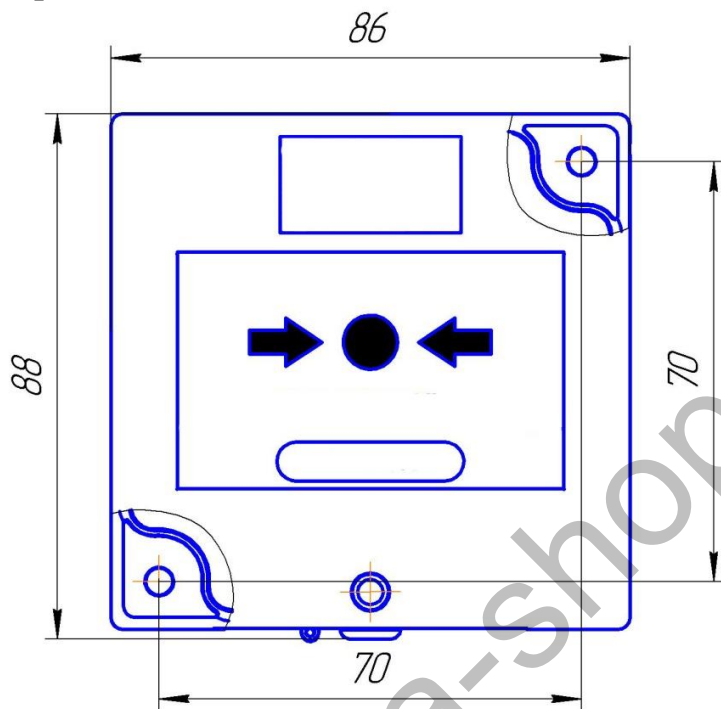
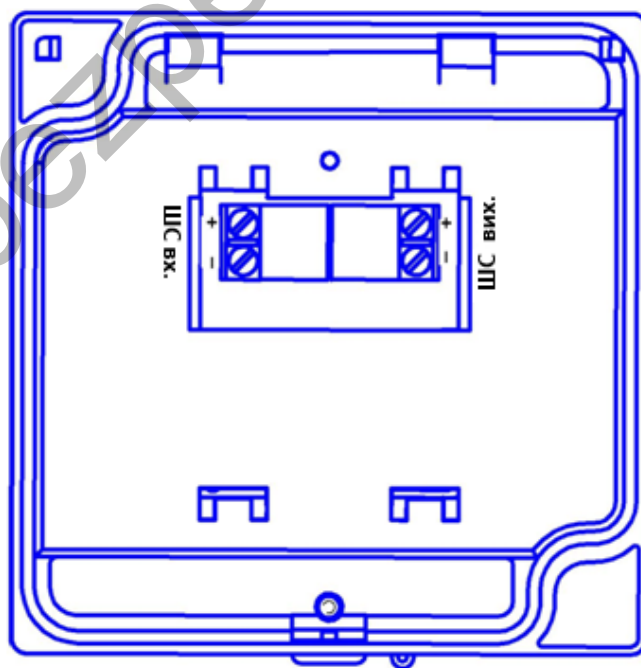
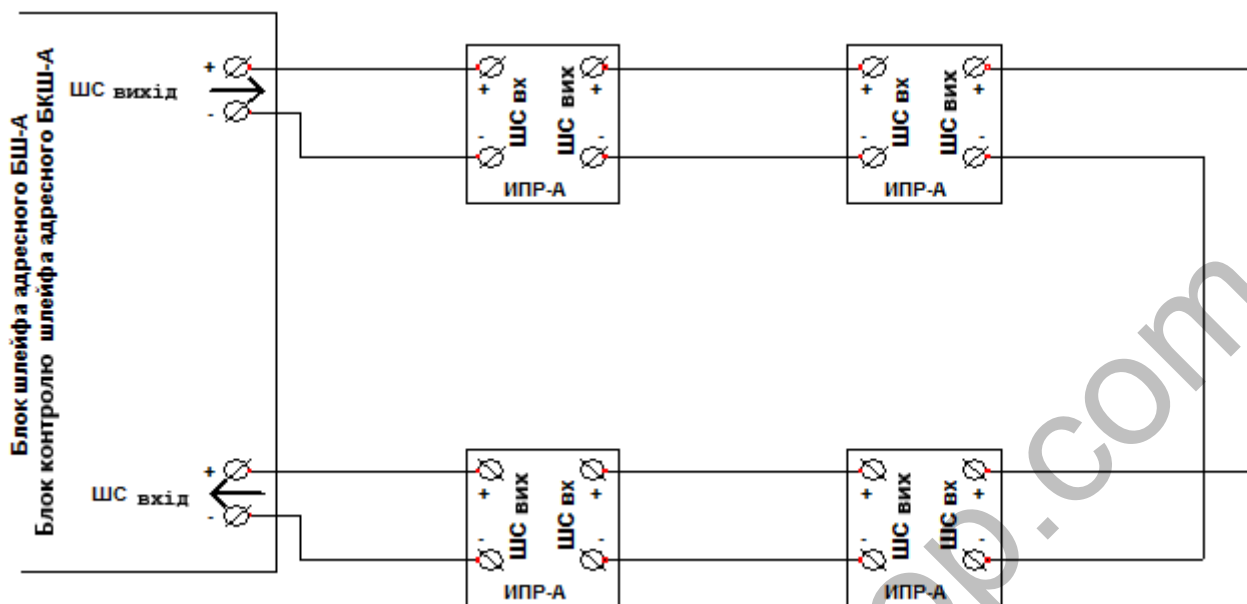
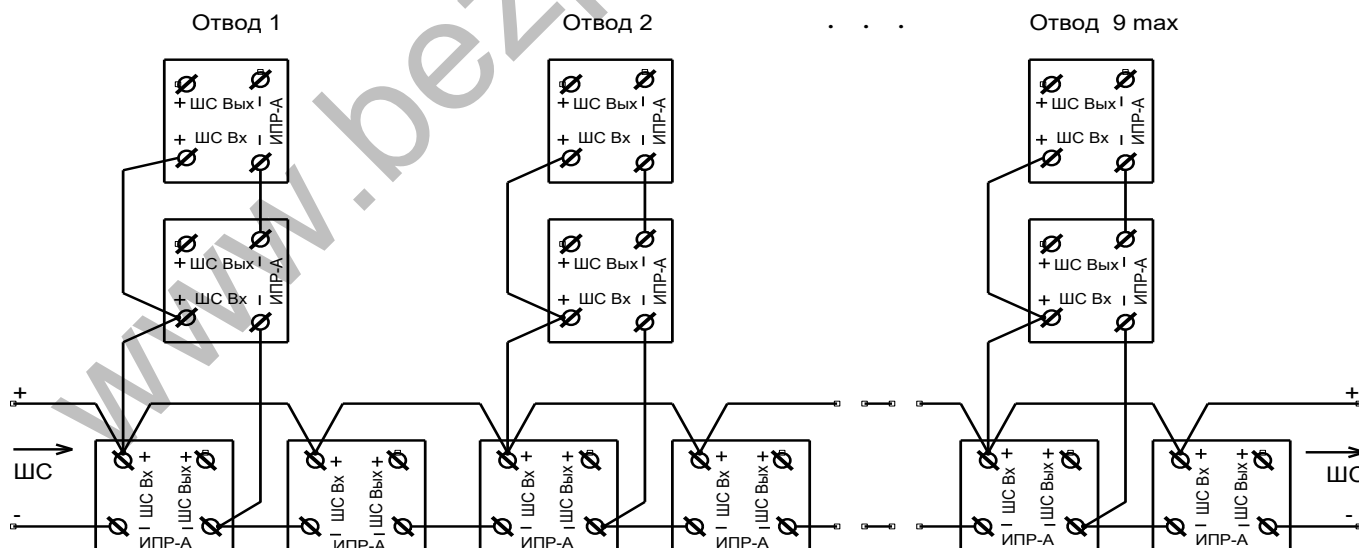

Рисунок 2– Габаритні та установочні розміри сповіщувача ИПР-А без захисної кришки
Рисунок 3– Загальний вигляд і розташування контактів на блоці ИПР-А
Рисунок 4– Схема включення сповісвачів
Рисунок 5– Схема підключення сповісвачів з відводами.
4.3 Габаритні та установочні розміри сповіщувача ИПР-А наведені на рис. 2, розміщення клем - на рис. 3.
Схема включення сповісвачів в петлевий адресний шлейф пожежної сигналізації приладу «Варта Адрес» приведена на рис. 4.
Можливе включення сповісвачів з відводами (дивись рис.5). Допускається виконувати до дев'яти відводів включно, довжина відводів до 2-х метрів, в кожному відводі допускається встановлювати до 2-х сповісвачів.
- розмітити місця установки дюбелів (дивись рис.2);
- підключити шлейфи до контактних колодок дотримуючись полярності і напрямку ШС згідно з рис. 3 та схем підключення (рис.4, рис.5);